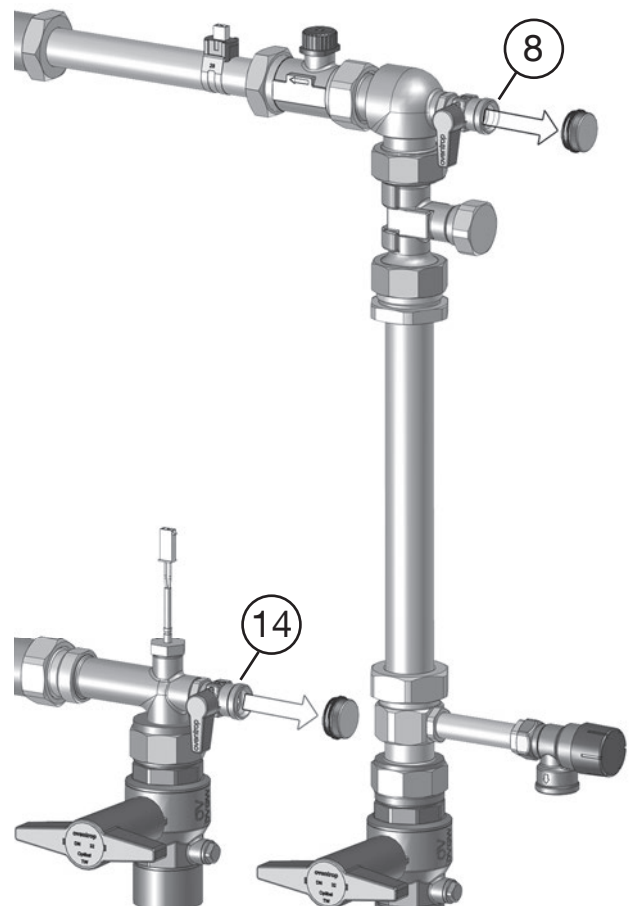
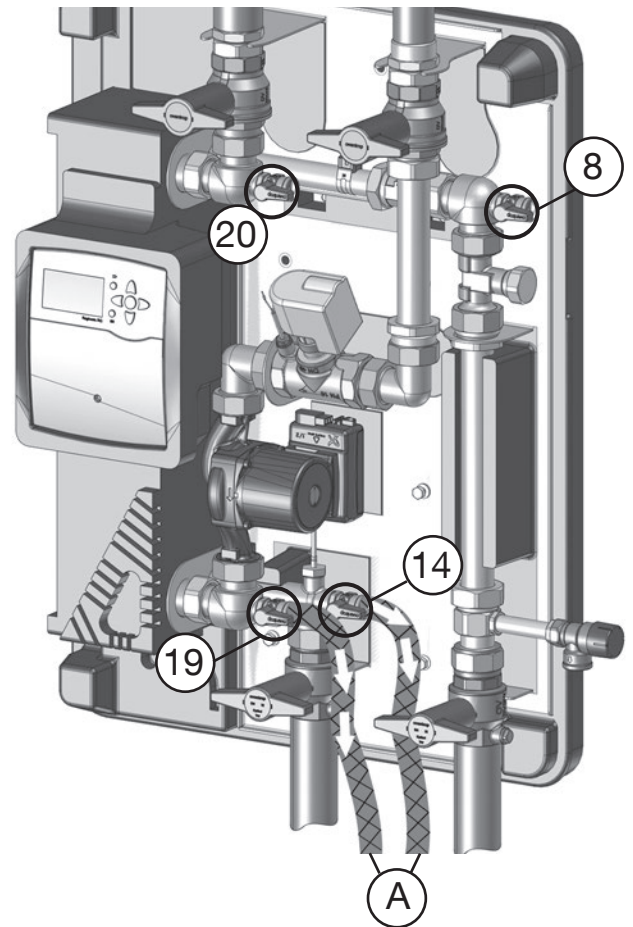

Abb. 5.2: Verschlusskappen der KFE-Kugelhähne abschrauben
Abb. 5.5: Leitungen und Wärmeübertrager entleeren
3. Verschlusskappen der KFE-Kugelhähne (Pos. 8 und 14) **abschrauben** (Abb. 5.2).
3. Verschlusskappen der KFE-Kugelhähne (vgl. Abb. 5.2 auf Seite 31, Pos. 8, 14, 19, 20) abschrauben.
4. Jeweils einen Ablassschlauch (A) an die unteren KFE-Hähne (14, 19) anschließen.
5. KFE-Hähne (8, 14, 19 und 20) öffnen, um die Leitungen und den Wärmeübertrager zu leeren (Abb. 5.5).